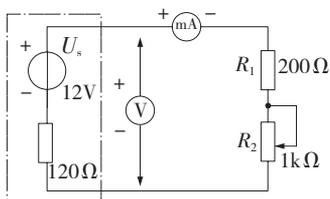

图 1-51 实际电压源模块
② 按图 1-51 接线，虚线框可模拟为一个实际的电压源。调节  $R_2$ ，令其阻值由大至小变化，记录两表的读数（表 1-6）。